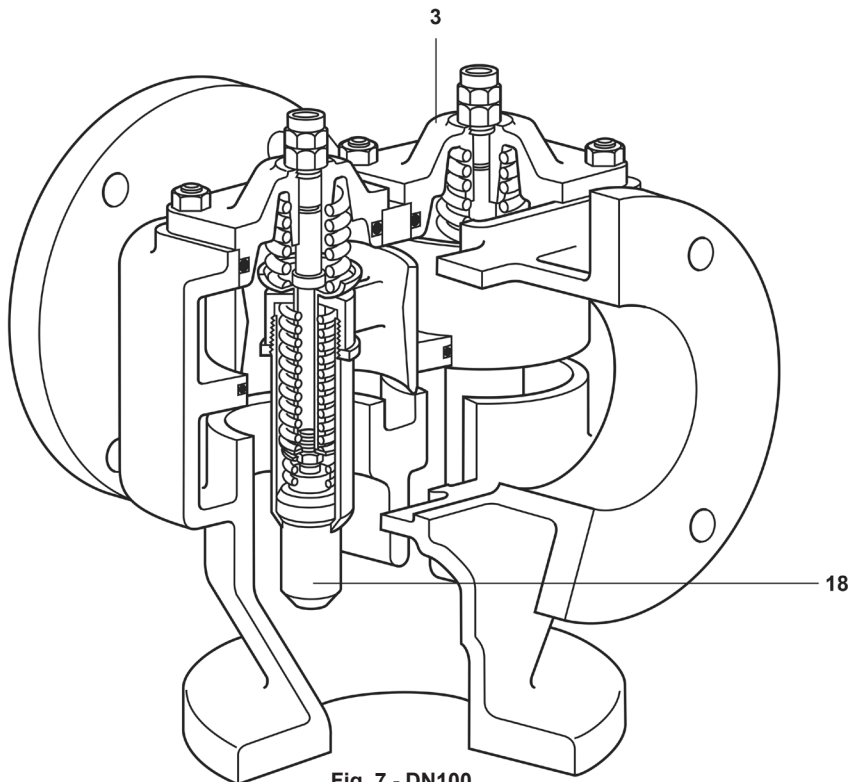

Fig. 7 - DN100
Se si riscontra che il gruppo dado di regolazione (1) e controdado (2) si è sollevato e l'asta è oltre la superficie superiore del coperchio (3) come in Fig. 7, si ha un'indicazione che il sensore è stato assoggettato ad una temperatura superiore al normale ma non sufficientemente elevata per far intervenire il dispositivo di sicurezza.